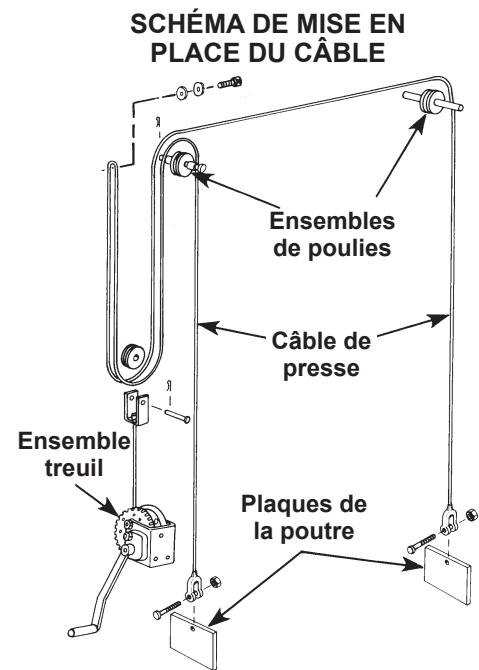

FIGURE 1
1. Placez la poutre inférieure (Élément 12, page 1 de 2) sur deux blocs en bois (4x4s environ 61 cm de long). Placez les blocs perpendiculairement à la poutre. **IMPORTANT : Assurez-vous que les trous de fixation des câbles des plaques de la poutre sont dirigés vers le haut. Voir Figure 1 à droite.**
2. Fixez une cornière de pied (13) à chaque montant de la presse (10 et 23) avec des vis d'assemblage (20), des rondelles (19), et des écrous hexagonaux (8).
3. Fixez une entretoise d'angle (14) au montant de presse de droite (10) avec une vis d'assemblage (20).
4. Glissez le montant dans l'extrémité de l'ensemble poutre (12) jusqu'à ce qu'il soit bien calé contre la cale de poutre.
5. Glissez le montant de presse de gauche (23) dans l'autre extrémité de l'ensemble poutre (12) jusqu'à ce qu'il soit calé contre la cale de poutre. Puis fixez le montant à l'entretoise d'angle avec une vis d'assemblage (20).
6. Montez une des poutres supérieures (1) vers le haut de chaque montant (10 et 23) en utilisant des vis d'assemblage (7) et des écrous hexagonaux (5). Les trous de la plaque de montage du vérin (11) doivent être vers le bas.
7. Installez deux axes de poulie (4) et des poulies (3). Les axes passent chacun par le trou de montage le plus haut dans leur montant respectif (10 et 23). Glissez une poulie (3) dans chaque axe avant de pousser chaque axe dans le trou du montant d'en face. *Remarque : L'assemblage de la presse terminé, lubrifiez les deux axes avec de la graisse à usage général.*
8. Montez la poutre supérieure restante sur les montants avec des vis d'assemblage (7) et des écrous hexagonaux.
9. Assemblez une vis d'assemblage (2), deux rondelles (24), et un écrou (22) sur le support de poulie en haut du montant gauche. Pour pouvoir installer le câble ultérieurement, ne serrez pas complètement la vis à ce stade du montage.
10. Fixez l'ensemble treuil (21) à la plaque de montage sur le montant gauche avec des vis d'assemblage (18) et des écrous hexagonaux (22). Serrez les pièces de l'assemblage avec une clé.
11. Attachez une extrémité du câble (7, page 2 de 2, verso) à la cale de poutre à droite de la poutre inférieure (12) avec une vis d'assemblage (2, page 2 de 2, verso) et des écrous freinés (1, page 2 de 2, verso). Passez l'autre extrémité du câble dans la poulie (3) et attachez-le à l'extrémité gauche de la poutre inférieure. Pour finir la mise en place du câble, consultez la figure 1 ci-dessus. **IMPORTANT : Assurez-vous que le câble se trouve entre les deux rondelles lorsque vous le ferez passer sur la vis d'assemblage (2) installée au préalable sur la patte de poulie.**
13. Insérez une paire de goupilles de poutre (15) dans les montants par les trous correspondants les uns en face des autres.
15. Serrez la vis d'assemblage (2) et l'écrou (22) sur la patte de poulie pour sécuriser le câble entre les deux rondelles (24).